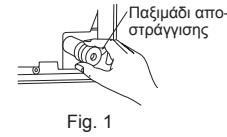

Fig. 1
2) Τραβήξτε προς τα έξω το παξιμάδι αποστράγγισης από το πίσω δεξιό μέρος της εσωτερικής μονάδας. (Fig. 1)